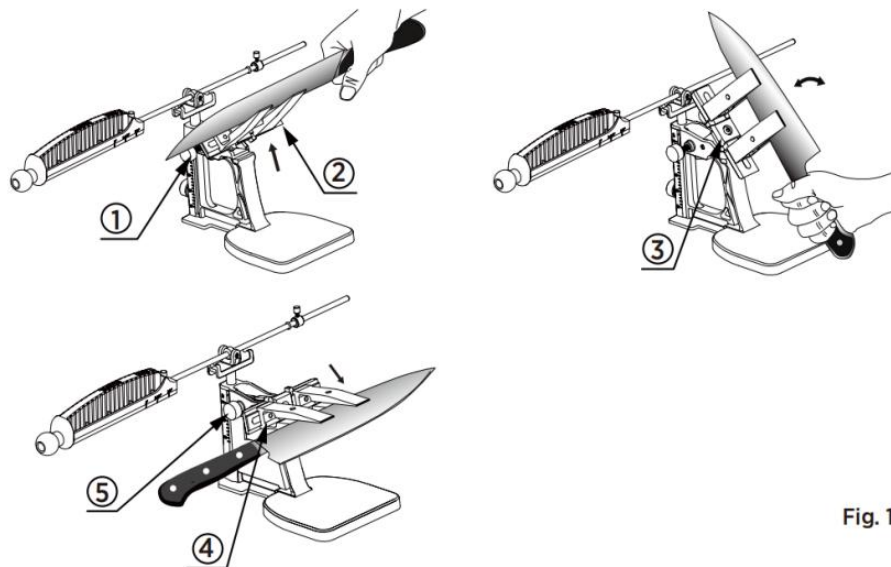

Fig. 15
3. Continuez l'aiguisage jusqu'à ce que vous sentiez un fil sur toute la longueur du tranchant du côté opposé de la lame. Desserrer le bouton de rotation, soulever le faisceau rotatif, et le faire pivoter soigneusement de 180° pour passer du côté opposé de la lame. Tenez le manche du couteau pour un meilleur contrôle lors de cette étape. (Voir Fig. 15). Une fois l'ajustement terminé, serrez fermement le bouton de rotation.